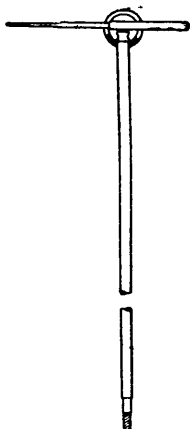
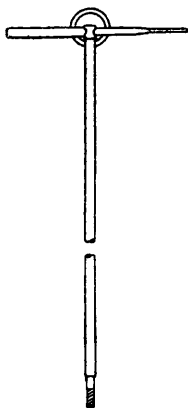

Рис. 23. Соединение шом-
Рис. 24. Соединение шом-
4) Подготовить принадлежность. Для этого надеть шомпольную муфту на шомпол, после чего надеть на него дульную накладку и навинтить протирку. Вставить выколотку в отверстие шомпольной муфты над головкой шомпола (рис. 23). В исключительных случаях разрешается надевать шомпольную муфту большим отверстием на шомпол и пропускать выколотку через отверстие головки шомпола (рис. 24).